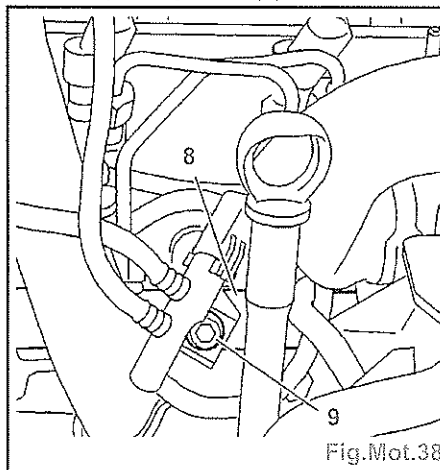

Fig.Mot.38
- Déposer (Fig.Mot.38) :
- la vis (9),
- la rampe d'injection (8).